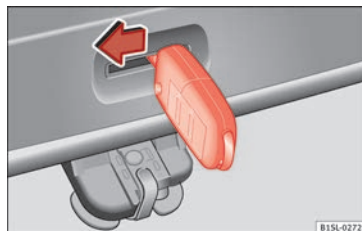

Fig. 140 Dal bagagliaio: sbloccaggio di emergenza del portellone posteriore.
- Inserire l'ingegno della chiave nell'apertura del portellone posteriore » fig. 140 e premere la leva di sbloccaggio nella direzione indicata dalla freccia, per sbloccare il portellone.